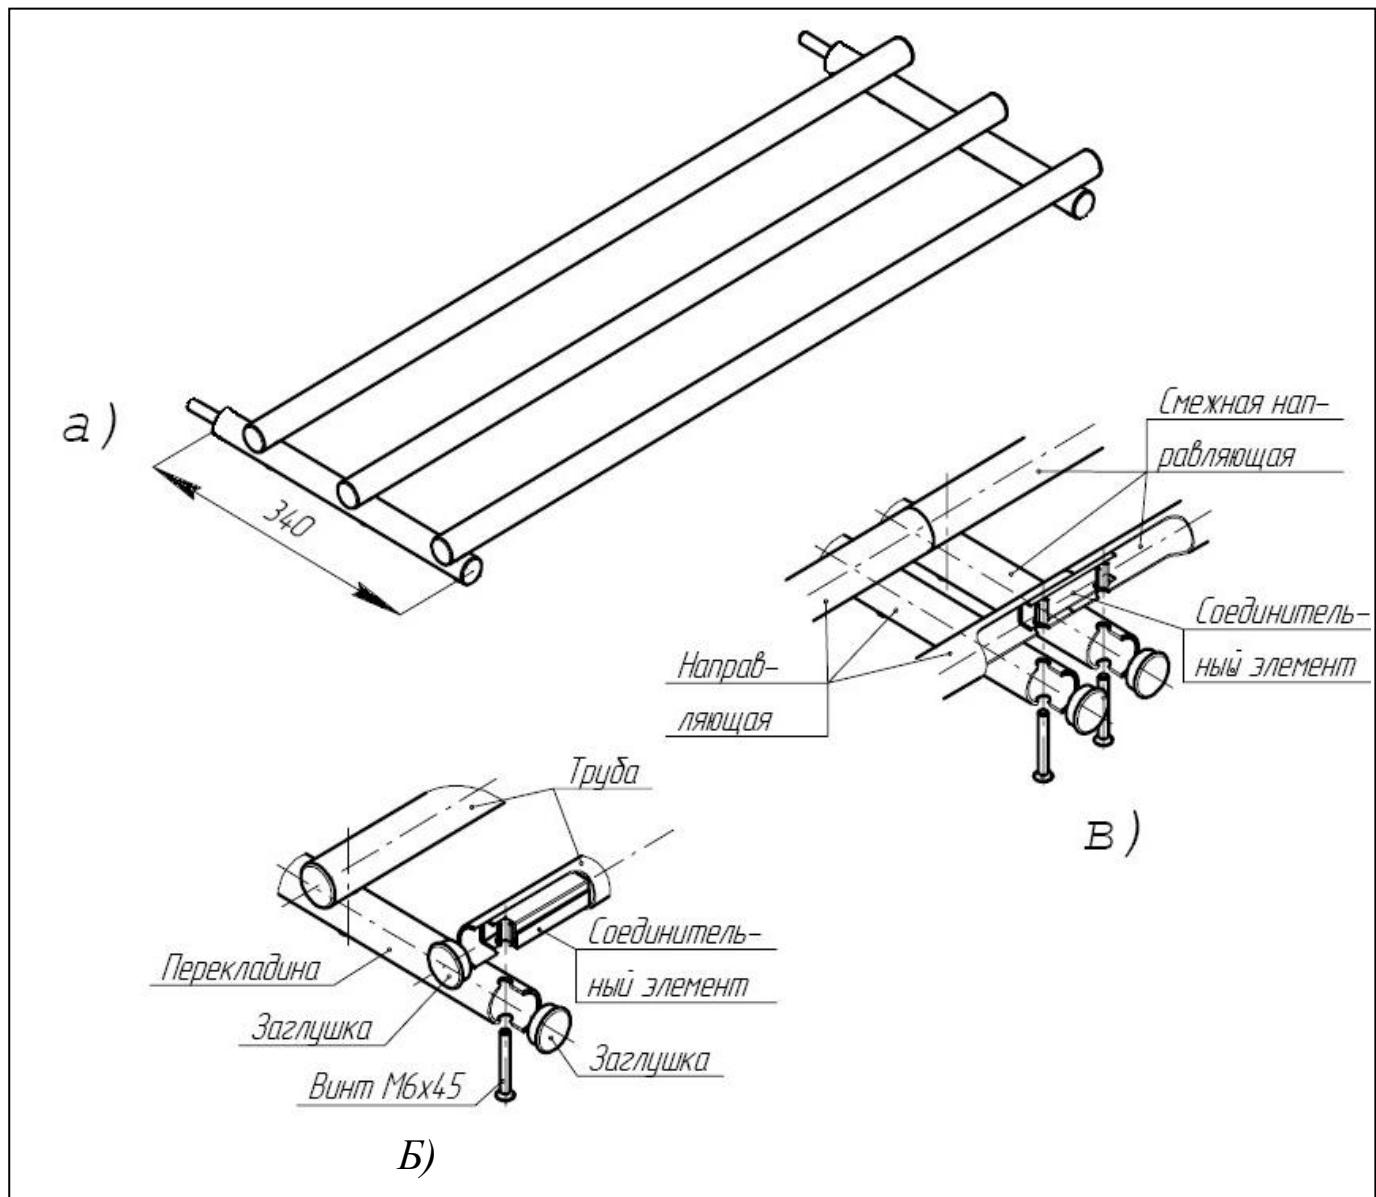

Рис. 3. Направляющая для подносов
После сборки в ЛР обеспечивается жесткое соединение соседних направляющих с минимальным отклонением труб от их соосности, что придаёт всей линии исключительную устойчивость к случайному смещению и опрокидыванию. На рис. 3 приведена схема сборки направляющей.
– каждую из труб последовательно приложите к поперечинам так, чтобы их монтажные отверстия совпали и трубы были параллельны столешнице изделия; вставьте снизу винты M6x45 в отверстия поперечин и вверните их в резьбовые отверстия соединительных элементов (рис. 3б и 3в). Соединительные элементы нужно предварительно вставить в трубы резьбовыми отверстиями вниз (расположение соединителей внутри труб зависит от наличия/отсутствия смежного изделия из ЛР) после извлечения торцевых заглушек.